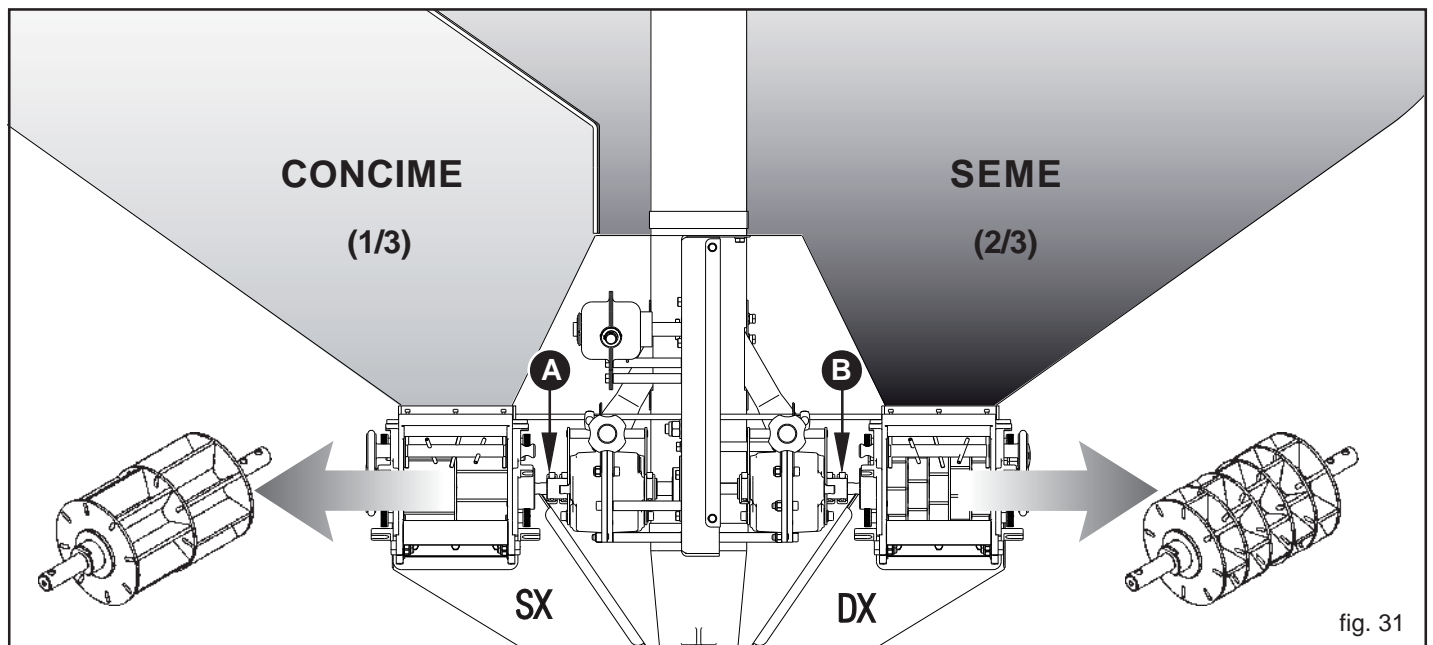

fig. 31
Nella Figure 31 e 32 vengono rappresentate distribuzioni in due configurazioni possibili:
- 1) SEME-CONCIME (Fig. 31);
## 3.4.4.1 SEME/CONCIME (Fig. 31)